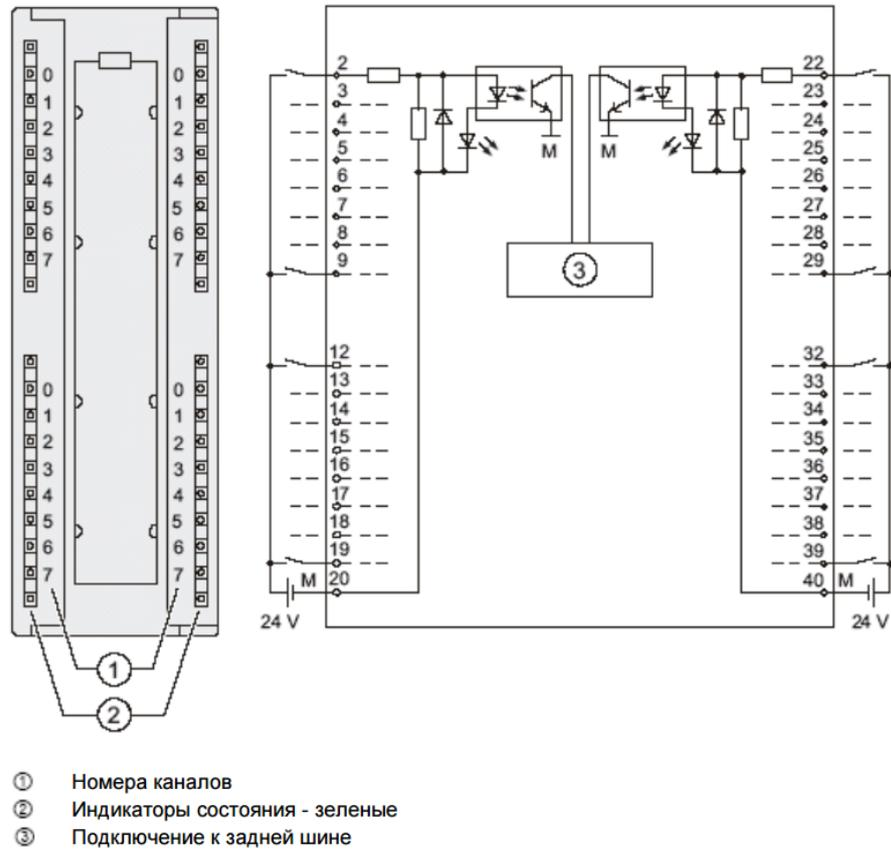

Рисунок 26. Принципиальная схема СБПУ.426433.201
*Модули дискретного ввода DI 32 x DC 24V (СБПУ.426433.201) (рис. 26)*